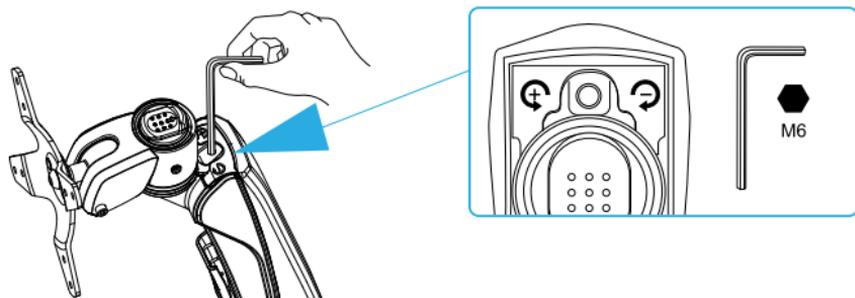

Figure 20
1. Tout en **Supportant** le poids du **Moniteur**, utilisez la **Clé Hexagonale** pour tourner la **Vis de Réglage de la Tension** sur le **Bras à Ressort**. Tournez dans le **Sens Inverse des Aiguilles d'une Montre** pour Augmenter la **Tension** pour les **Moniteurs Plus Lourds**, ou dans le **Sens des Aiguilles d'une Montre** pour diminuer la **Tension** pour les **Moniteurs Plus Légers**. (Figure 20)